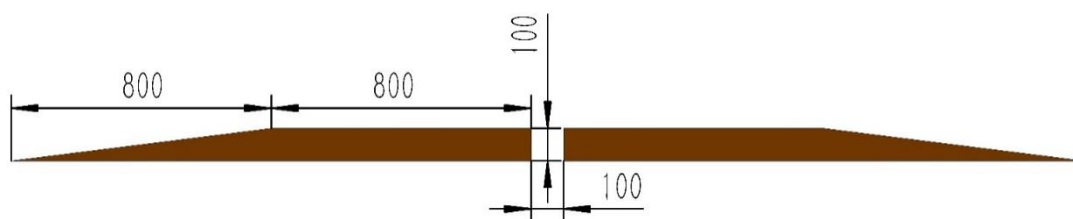

图 7 战壕尺寸图
(4) 战壕：由斜坡和深坑组成，深坑宽 100mm，深 100mm，分为①、②、③、④四个区域，具体位置和尺寸如图 7 所示。